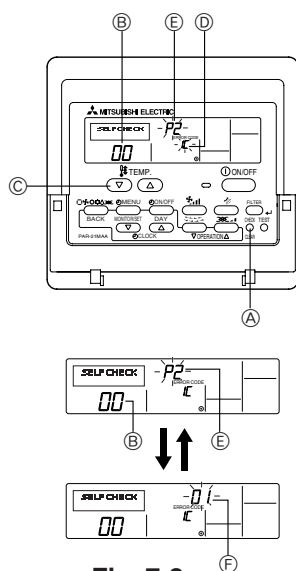

Fig. 7-2
7.3. Autodiagnosi (Fig. 7-2)
- ① Attivare l'alimentazione.
- ② Premere due volte il pulsante [CHECK].
- ③ Impostare l'indirizzo refrigerante con il pulsante [TEMP] se è utilizzato il controllo di sistema.
- ④ Premere il pulsante [ON/OFF] per arrestare l'autodiagnosi.